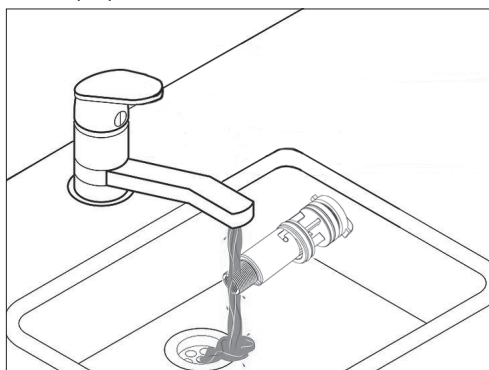
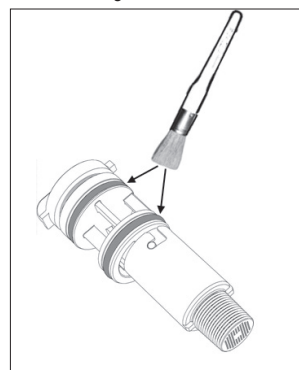

fig. 195 -
fig. 196 -
- È così possibile pulire il flussometro (vedi fig. 195 e fig. 196) oppure sostituirne i componenti.